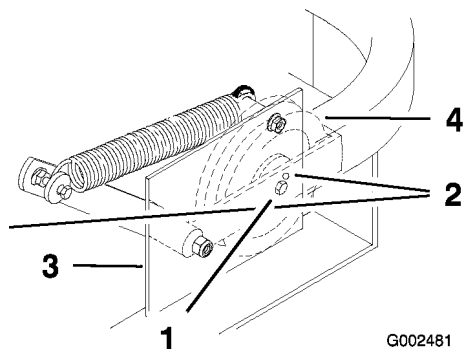

Figura 53
Importante: Compruebe que la correa está instalada en las guías de correa delantera y trasera (Figura 53).
4. Compruebe la tensión de la correa. El perno central de la polea tensora tensada con muelle debe estar cerca del taladro de alineación superior del soporte izquierdo (Figura 53).